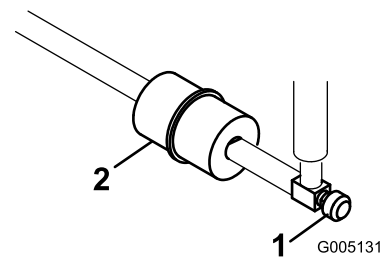

Figura 52
El tubo de combustible lleva incorporado un filtro en línea entre el depósito de combustible y el carburador (Figura 52). Cambie el filtro cada 800 horas o antes si se obstruye el flujo de combustible. Asegúrese de que la flecha del filtro apunta hacia el carburador.
1. Cierre la válvula de cierre de combustible, afloje la abrazadera en el lado del carburador del filtro y retire el tubo de combustible del filtro (Figura 52).
2. Coloque un recipiente debajo del filtro, afloje la otra abrazadera y retire el filtro (Figura 52).